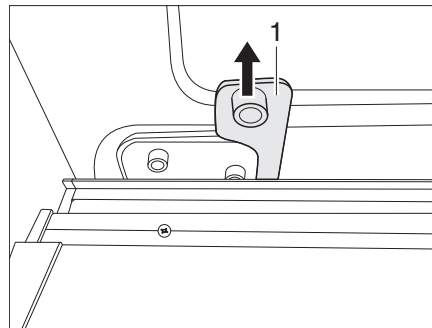

Bild 18 Notentriegelung
- Notentriegelung (Bild 18,1) kräftig nach oben ziehen und in den vorgesehenen Aufnahmestift einhängen. Die Schiebetür ist jetzt abgekoppelt und kann nur noch manuell geöffnet und geschlossen werden.